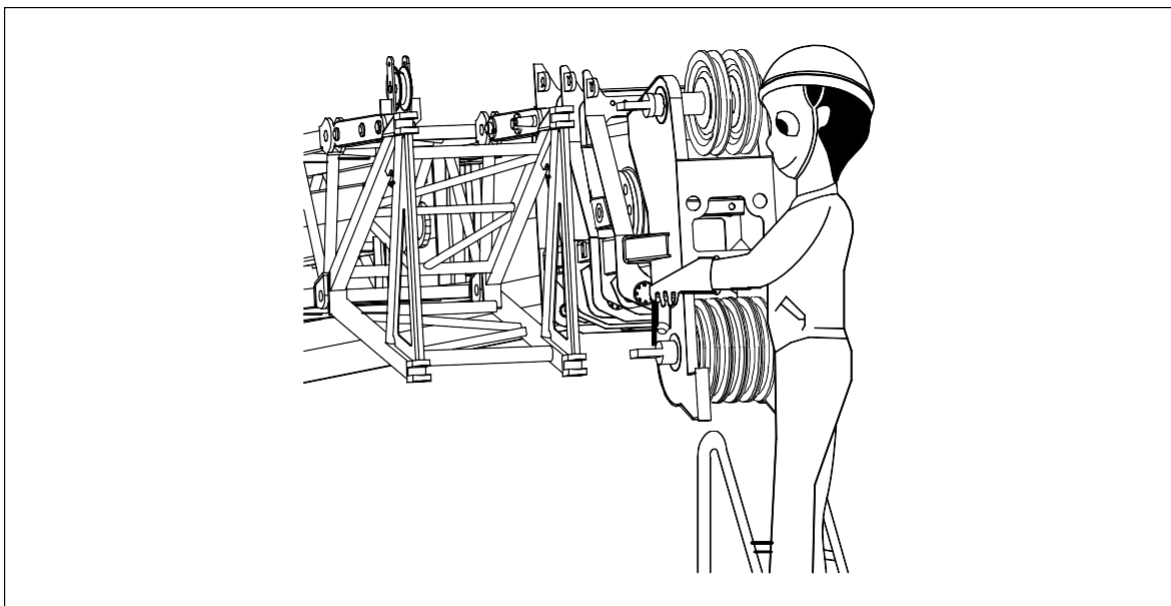

Figura 7-47 Use um Suporte
- **Recolha totalmente a lança. Mova o braço para a frente do guindaste e coloque a lança na posição -3° . Você deve usar os suportes de trabalho corretos (escadas móveis, escadas fixas etc.) ao montar ou desmontar o braço. Consulte a figura 7-47.**